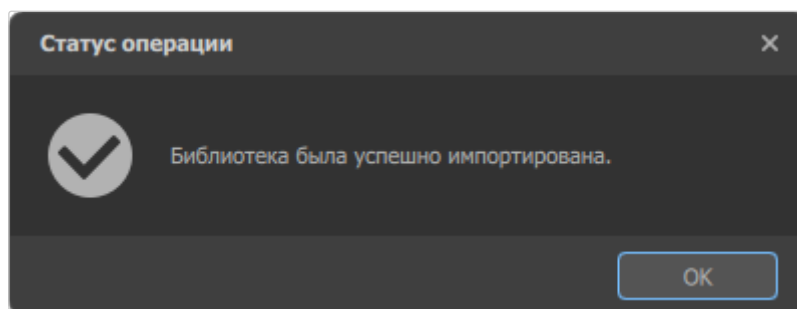

Рисунок 49. Подтверждение успешного импорта библиотеки компонентов
- 3) При появлении сообщения об успешном импорте библиотеки нажать на кнопку **ОК** (см. рисунок 49)